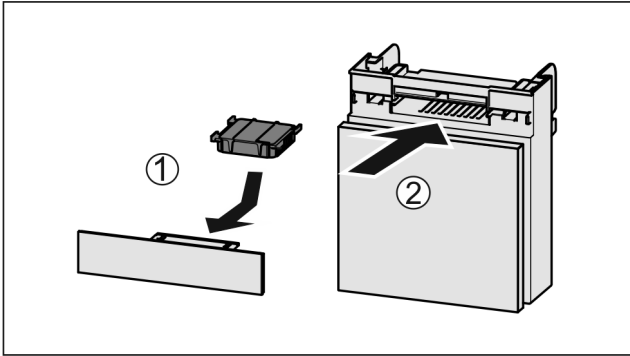

Fig. 123
- ▶ Filtr s aktivním uhlím vložte podle vyobrazení Fig. 123 (1).
- ▶ Zásuvku zasuňte Fig. 123 (2).